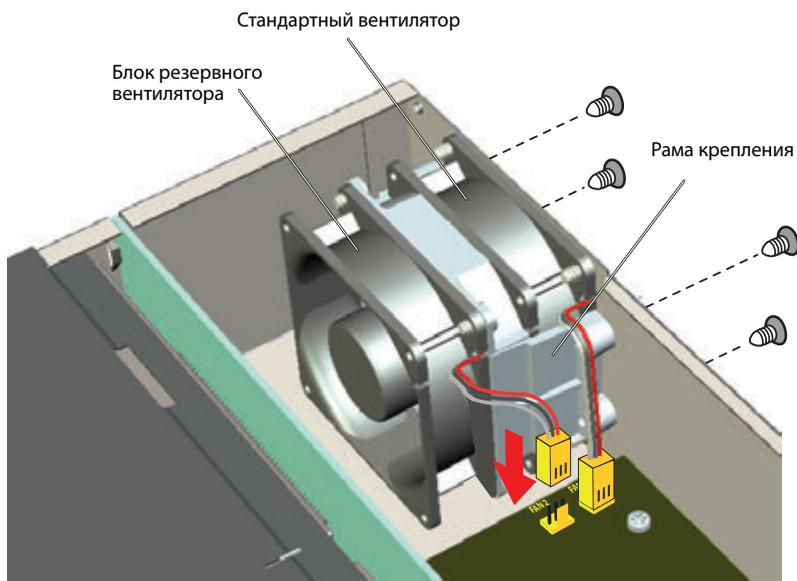

Fig. 20 Установка дополнительного вентилятора в Aastra 470
4. Для установки рамы крепления с дополнительным вентилятором на задней панели коммуникационного сервера используются прилагающихся 4 винта (см. Fig. 20).